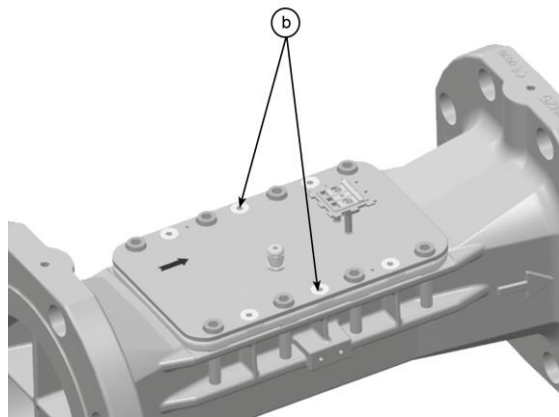

Abb. 8: Schrauben „b“
- Lösen Sie die zwei Schrauben „b“ (siehe Abb. 8).